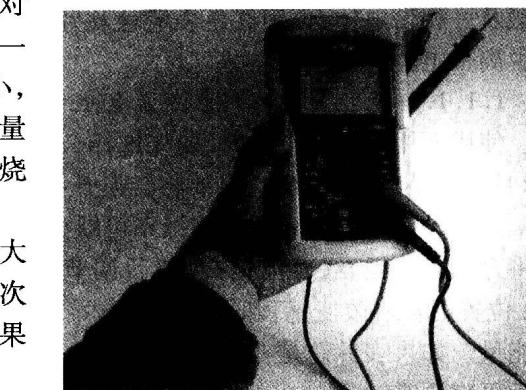

图 1-4 单手操作万用表
(4) 在使用万用表测量时，禁止在被测件通电测量的状态下转动量程开关，如在测量电压、电流时，不切断电源就改变万用表量程是不允许的，因为在带电情况下转动量程开关，会产生电弧，使开关触点损坏！这一点一定要注意。
(5) 当能够熟练使用万用表后，就要逐渐养成单手操作的习惯，如图 1-4 所示。这是因为如果是双手操作，一旦手触及带电部分，就会在两手间形成电压而产生电流，使人触电。
(6) 万用表的极性不要接错，用指针式万用表测量直流电压、直流电流时，一定要将红表笔接电路中的高电位，黑表笔接低电位。如果接反，万用表指针会向相反方向偏转，无法进行测量，严重时可能损坏万用表。
(7) 使用指针式万用表测量前,一定要对被测量设备进行一次大体的估算,然后选择一个合适的挡位。如果无法估计被测量的大小,就要从最大挡开始测量。一定要避免因被测量过大而使指针迅速向右偏转,把指针碰弯或烧坏万用表。
(8) 万用表不用时,要将转换开关拨到大电压挡,这样既能减小电池损耗,还能防止下次使用时,因忘记转换挡位而损坏万用表。如果长期不用万用表,最好将电池取出保存。